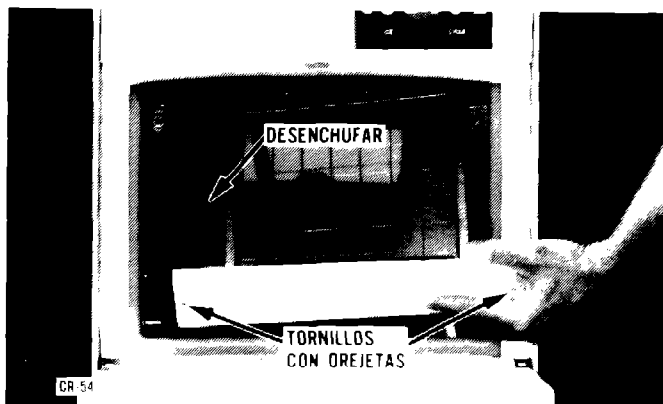

FIGURA 4
2. Desmontar la rejilla de corte (dos tornillos con orejetas) (*Figura 4*). La rejilla se soltará de dos lengüetas de sujeción situadas cerca del depósito de agua.